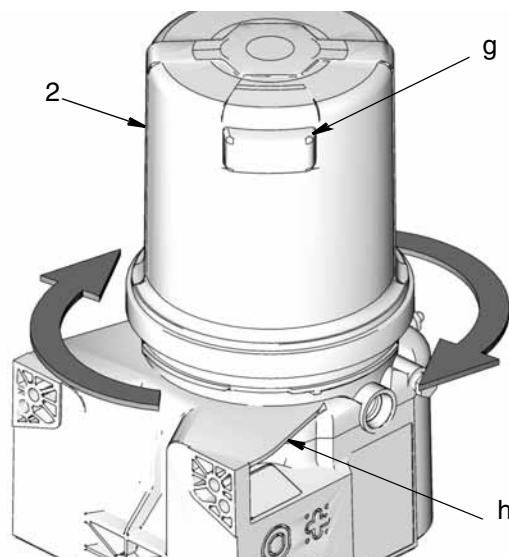

FIG. 12
1. Installare il nuovo serbatoio (2) con lo sfiato (g) rivolto verso la parte posteriore sinistra (h) della base del G3. Vedere FIG. 12 per l'orientamento corretto di queste parti per assicurare un'installazione corretta.
2. Posizionare la chiave a nastro sul serbatoio e usarla per ruotare il serbatoio di 45° in senso orario finché il serbatoio non può ruotare ulteriormente (FIG. 12).